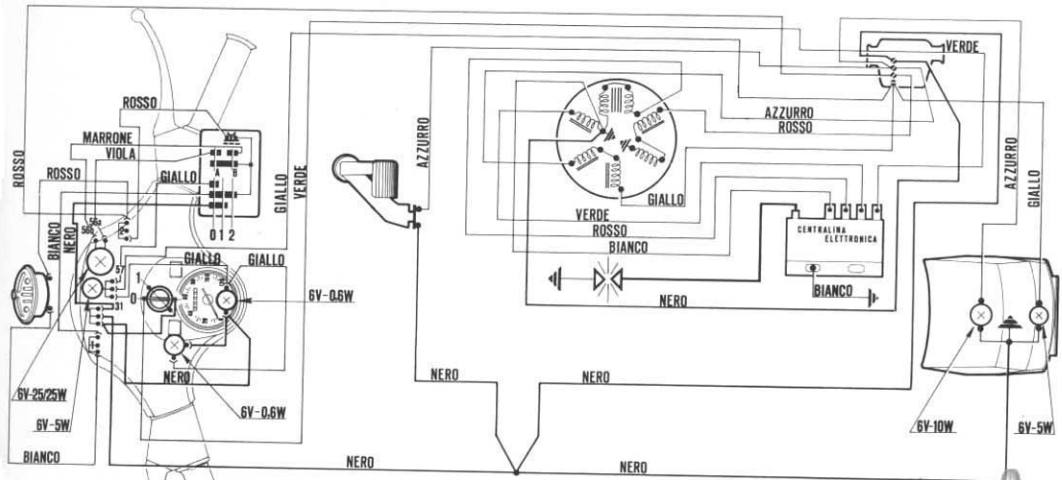

Fig. 24
A six pole flywheel magneto - nominal voltage 6 V - supplies alternating current to the electrical equipment (see diagram fig. 24).
L'énergie électrique pour les dispositifs d'éclairage et de signalisation est fournie en courant alternatif par un volant magnétique à 6 pôles (tension nominale 6 V), voir schéma fig. 24. Les dispositifs d'éclairage et de signalisation sont les suivants: [scooterhelp.com](http://scooterhelp.com)
La energía eléctrica es suministrada en c. a. por el volante magnético de 6 polos siendo la tensión nominal 6V. Ver esquema fig. 24. La instalación comprende los siguientes dispositivos de alumbrado y señalización:
*Notice - When act on the electrical equipment (see fig. 24), care specially that cables are correct connected in accordance with the colours carried out on the electronic control box.*
*Notice - Lors d'une intervention à l'installation électrique (voir fig. 24), s'assurer en particulier du branchement correct des conducteurs en respectant les couleurs indiquées sur le bloc électronique.*
*Advertencia - En las eventuales intervenciones al equipo eléctrico (ver fig. 24), cerciorarse en particular que los cables estén correctamente conectados respetando los colores indicados en el conmutador electrónico.*